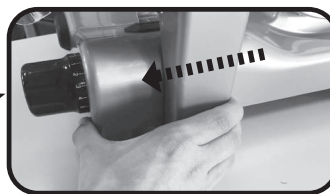

Fig. 2
- Pull the carriage (7) toward the graduate knob (6) and rotate the carriage (7) - Fig. 2 / 3.
- Spingere il carro (7) verso la manopola (6) e far ruotare il carro (7) - Fig. 2 / 3.